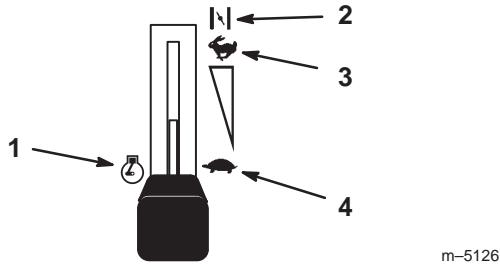

Figure 7
6. Lorsque le moteur a démarré, amenez progressivement la manette d'accélérateur en position de régime maximum (Fig. 7). Si le moteur cale ou hésite, ramenez la manette d'accélérateur en position de Starter pendant quelques secondes. Réglez ensuite la manette d'accélérateur à la position voulue. Répétez l'opération si nécessaire.
1. Placez la manette d'accélérateur entre les positions Ralenti et Régime maximum (Fig. 7).